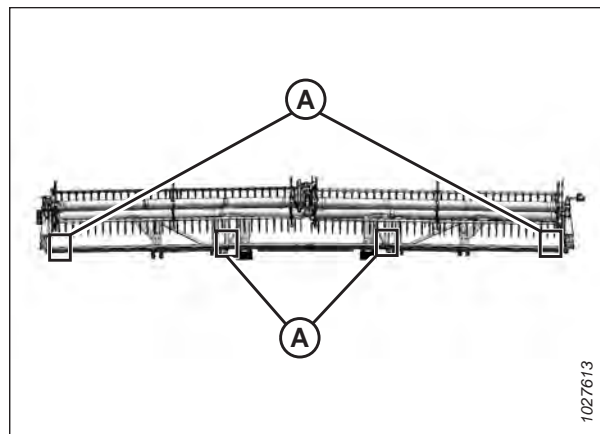

Figura 4.283: Ubicaciones de medición de FlexDraper®: molinete doble
- Plataformas de molinete doble: Figura 4.283, página 683